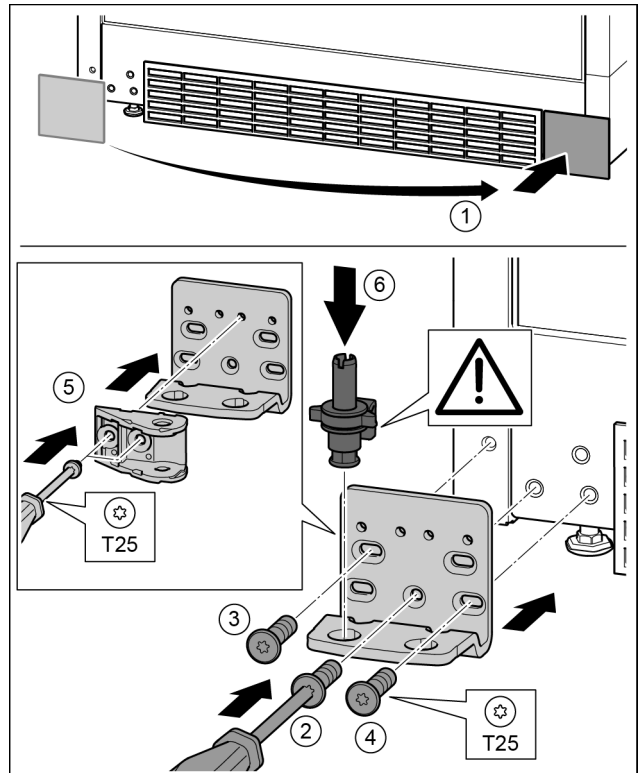

Fig. 31
- Зніміть кришку та встановіть її з іншого боку. Fig. 31 (1)
- Встановіть опорний кронштейн з іншого боку і закріпіть гвинтами за допомогою викрутки T25. Почніть із гвинта 2 знизу посередині. Fig. 31 (2)
- Закрутіть гвинти 3 та 4. Fig. 31 (3, 4)
- Поверніть з'єднувальний елемент демфера на 180°. Пригвинтіть з іншого боку опорного кронштейна за допомогою викрутки T25. Fig. 31 (5)
- Вставте цілком опорний гвинт. При цьому виступ фіксатора повинен бути спрямований назад. Fig. 31 (6)